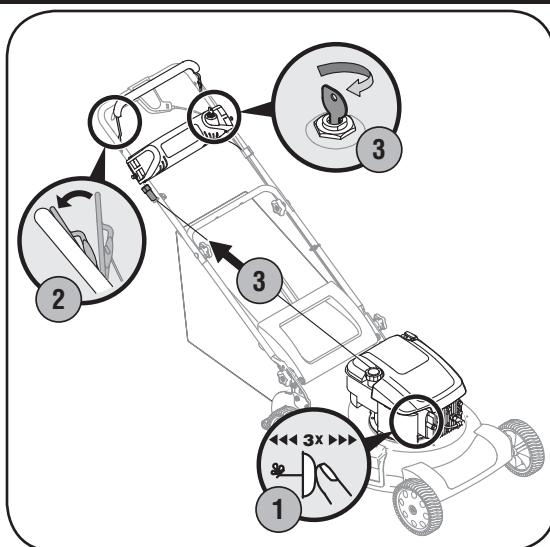

Figura 4-2: Poner en marcha la podadora.
1. Oprima el cebador tres veces. Espere aproximadamente dos segundos entre cada empuje, Figura 4-2. En temperaturas de aprox. 55°F o inferiores, cebé cinco veces. No cebé el motor caliente para reiniciarlo después de una detención breve.
2. Colóquese detrás de la podadora, apriete el control de la cuchilla contra la manija superior, Figura 4-2.
3. **Arrancador de retroceso:** Sostenga la manija del arrancador de retroceso y tire de la cuerda con un golpe rápido, continuo y con todo el brazo, Figura 4-2. Si se sostiene con firmeza la manija del arrancador, la cuerda se rebobina lentamente. Repita hasta que el motor esté en marcha. Deje que la cuerda se vuelva a enrollar lentamente.
**Arrancador eléctrico:** Gire la llave de encendido a la derecha para poner en marcha el motor, Figura 4-2. Suelte la llave una vez que el motor se ha puesto en marcha.